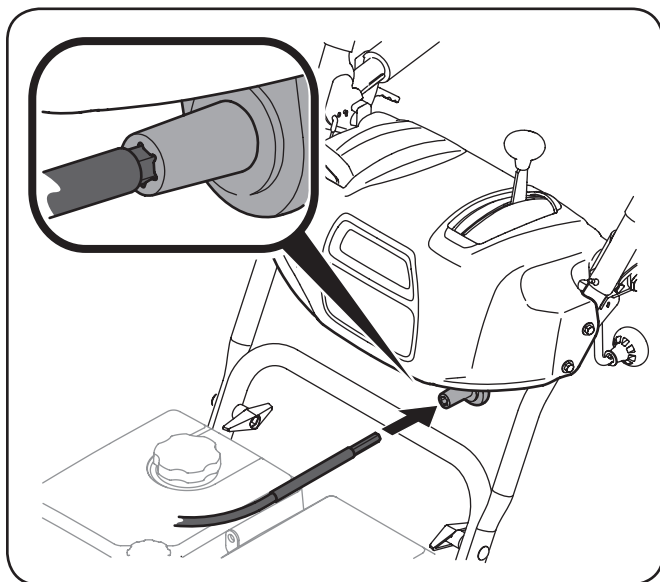

Figure 3-18
6. Insérez l'arbre flexible dans le raccord de l'arbre flexible situé sous le tableau de commande. Voir Figure 3-18.